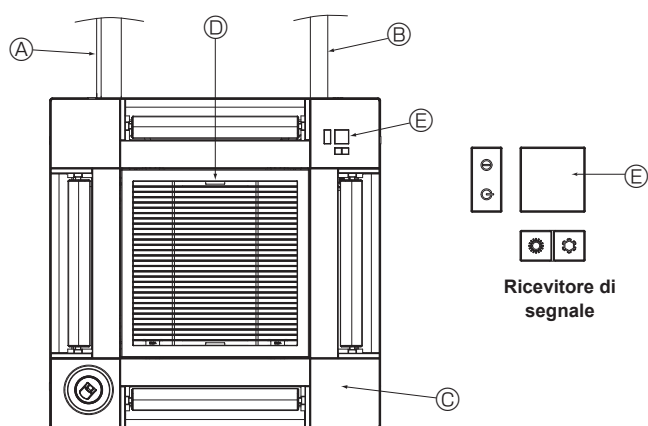

Fig. 10-17
10.5. Installazione della griglia di ingresso (Fig. 10-17)